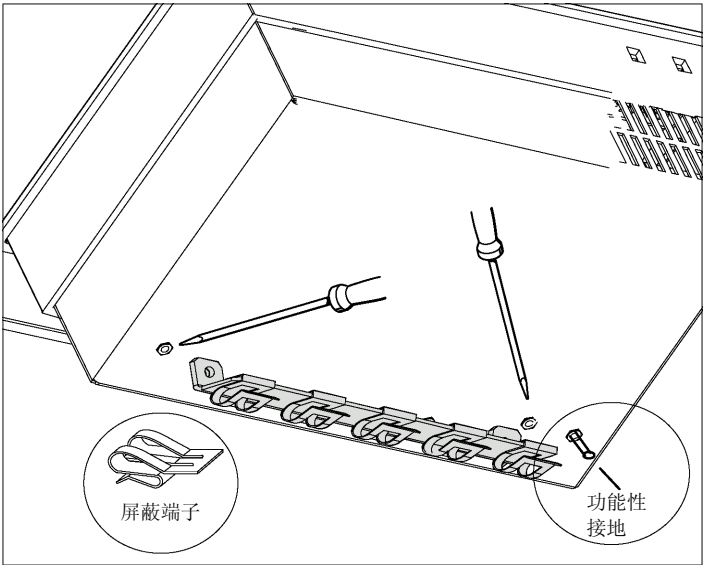

图 2-13 带有接地条、屏蔽端子和功能接地连接的 C7-613
应使用电缆接线头以及截面积至少为 4 mm2 的电缆，连接功能性接地  (见图 2-13) 和机柜接地。
- 1. 取下 C7-613 上的两个螺钉，如图 2-13 所示。
- 2. 将接地端子如图 2-13 安放，使用所取下的螺钉重新拧紧。
- 3. 将屏蔽端子放置在接地端子上，如图 2-13 所示。